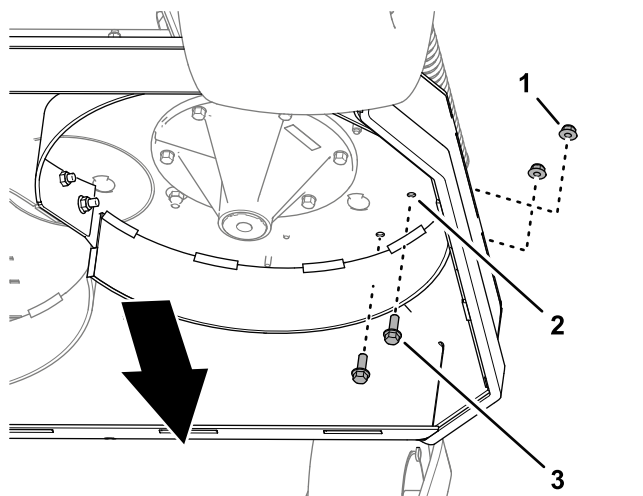

Figura 8
2. Montate 2 viti a testa cilindrica flangiata ($\frac{3}{8}$ " x 1") nei fori da 10 mm nel piatto di taglio (Figura 8) e fissate le viti a testa cilindrica con 2 dadi di bloccaggio flangiati ($\frac{3}{8}$ ") rimossi al passaggio 1.